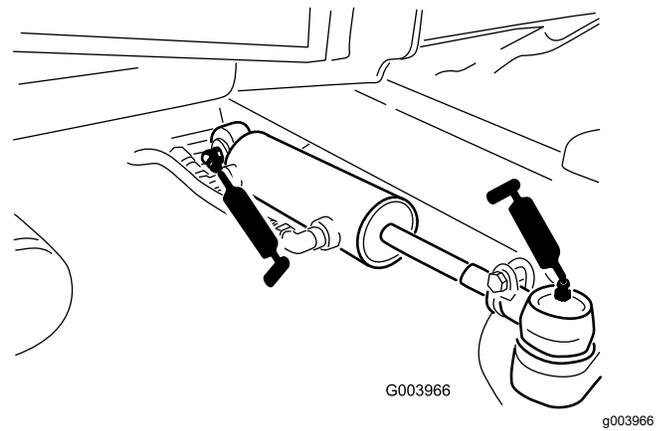

Figura 106
- Articulaciones esféricas del cilindro de dirección (2) (Figura 106)